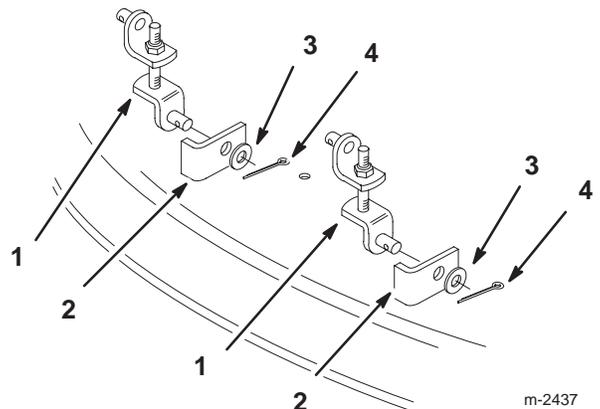

Figure 4
2. Placez les biellettes réglables sur les pattes avant du plateau de coupe et les fixer avec des rondelles (1/2") et des goupilles fendues (Fig. 4).